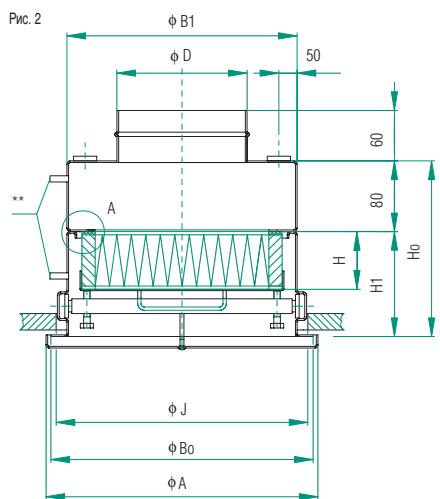

Рис. 2
- с подключением сверху круглого воздуховода (AFV-8 RV) (рис.2, таблица 2)